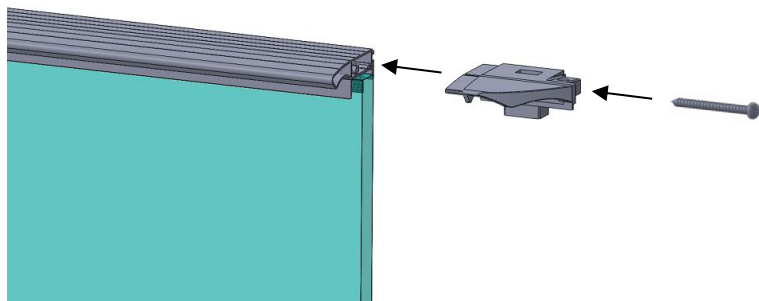
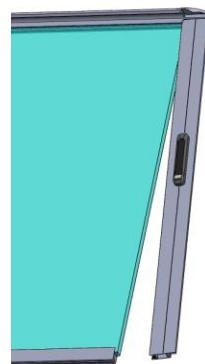

Figura 19
Figura 20
- Para realizar el pegado de los perfiles laterales, en primer lugar, se introduce el conjunto tapa pasamanos fijo en el perfil horizontal y se fija con un tornillo DIN 7504P 4,2 x 50 mm (figura 19). Una vez introducido, se procede a colocar el perfil vertical encajándolo correctamente con el conjunto tapa pasamanos (figura 20).